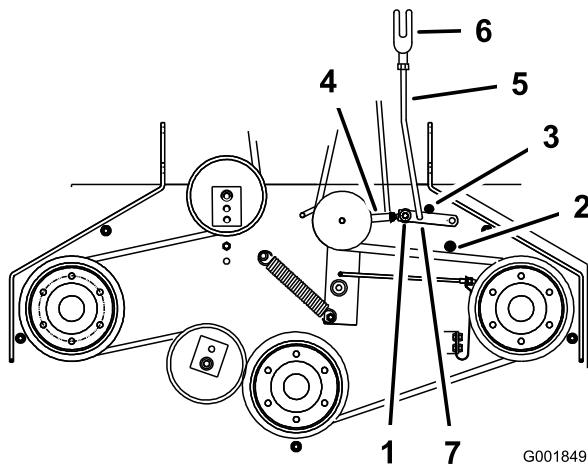

Figura 48
5. Accertatevi che il braccio di assistenza si trovi contro il relativo arresto posteriore sulla scocca (Figura 48).
7. Il braccio di assistenza dovrebbe venire a contatto con il relativo arresto anteriore sulla scocca. Se così non è, regolate la leva a squadra in modo tale che sia più vicina al raccordo (Figura 48).
8. Per regolare il tirante del braccio di assistenza, staccate la coppiglia dal braccio di assistenza (Figura 48).
11. Montate il tirante del braccio di assistenza sul braccio di assistenza e fissatelo con la coppiglia (Figura 48).